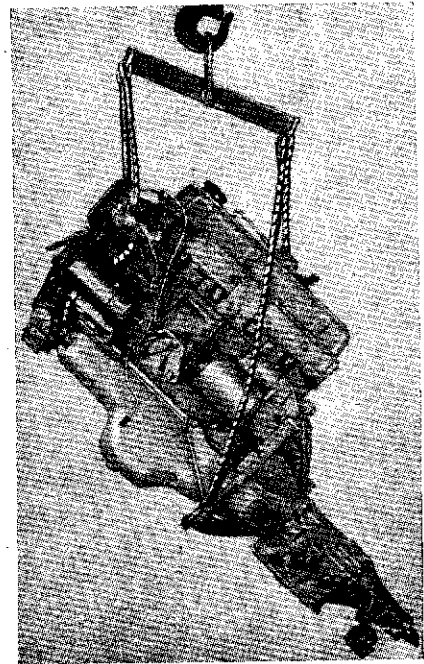

Fig. 9. — Dépose du moteur
- Placer 2 élingues, l'une de 1,50 m environ à l'avant, l'autre de 2 m à l'arrière (fig. 9).